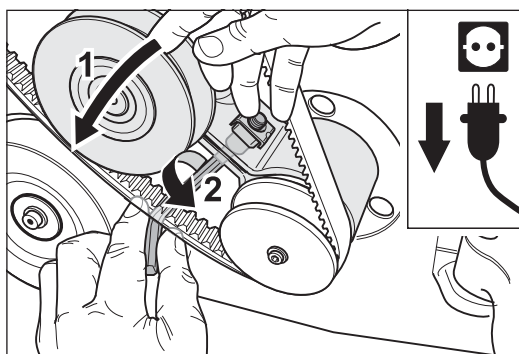
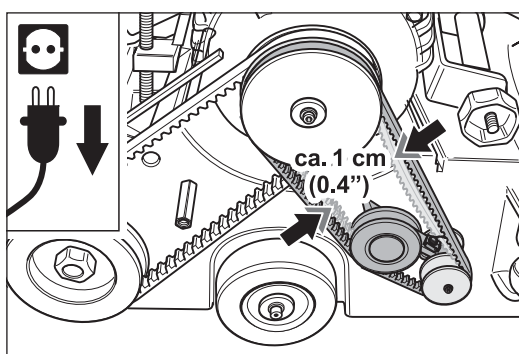

Abb. 114 Zum Spannen des Keilriemens für den Ventilator den Riemensteller nach links drücken (1) und gleichzeitig die Klemmschraube vorsichtig festziehen (2).
Abb. 115 Richtige Riemen­spannung: Der Keilriemen soll noch um ca. 1 cm zusammen­gedrückt werden können.
- 6 Drücken Sie den Riemen­spanner nach links und spannen Sie damit den Keilriemen für den Ventilator (Abb. 114, 1). Halten Sie den Keilriemen­spanner in seiner Position fest und ziehen Sie gleichzeitig die Klemmschraube am Riemen­spanner vorsichtig fest (Abb. 114, 2). Der Keilriemen ist **richtig gespannt**, wenn er mit normalem Kraftaufwand noch um ca. 1 cm zusammengedrückt werden kann (Abb. 115).